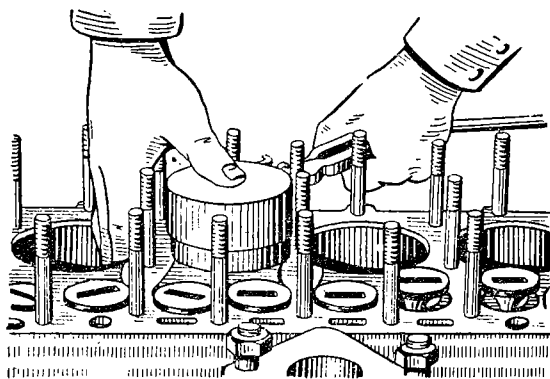

Рис. 58. Установка поршня
5. Смазать поршневые кольца маслом, сместить стыки колец под углом 90° , сжать кольца (рис. 58) специальным приспособлением для установки поршня с кольцами и вставить поршень в сборе с шатуном в цилиндр (см. технические требования, п. г).